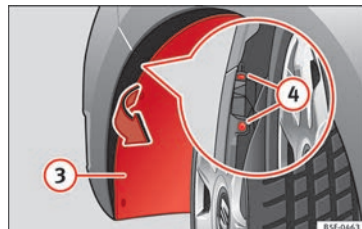

Fig. 215 Farol de nevoeiro: acesso ao conector e ao porta-lâmpadas.
- Puxe o passa-roda ③ »» Fig. 215 para dar acesso aos 2 parafusos ④ »» Fig. 215 do para-choques que ficam escondidos.